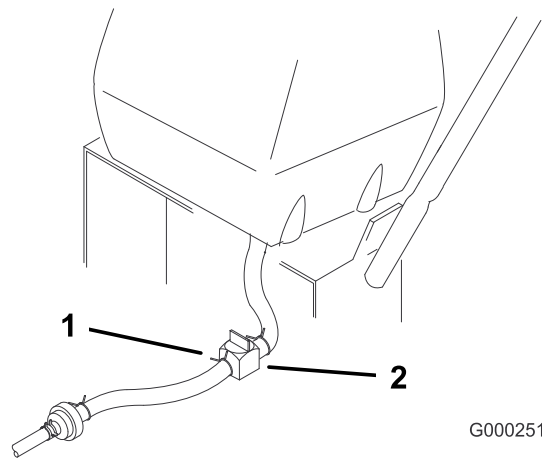

Figura 31
2. Cierre la válvula de cierre de combustible del depósito de combustible (Figura 31).
3. Apriete los extremos de la abrazadera y deslícela por el tubo alejándola del filtro (Figura 31).
4. Retire el tubo de combustible del filtro (Figura 31). Abra la válvula de cierre del combustible y deje que la gasolina se drene en un recipiente.
3. Cierre la válvula de cierre de combustible del depósito de combustible (Figura 31).
- 7. Abra la válvula de cierre de combustible del depósito de combustible (Figura 31).